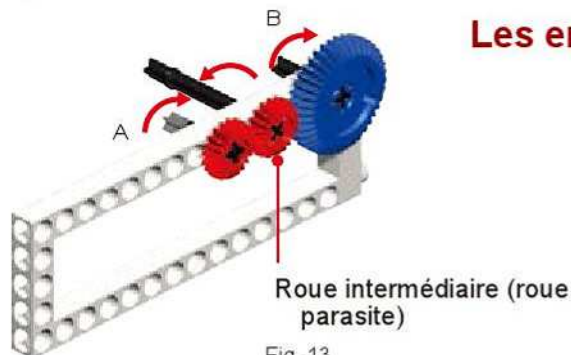

Fig. 13
1. Utilise deux roues 20T, une roue 40T, deux petits arbres et un grand, pour monter l'ensemble montré à la figure 13.